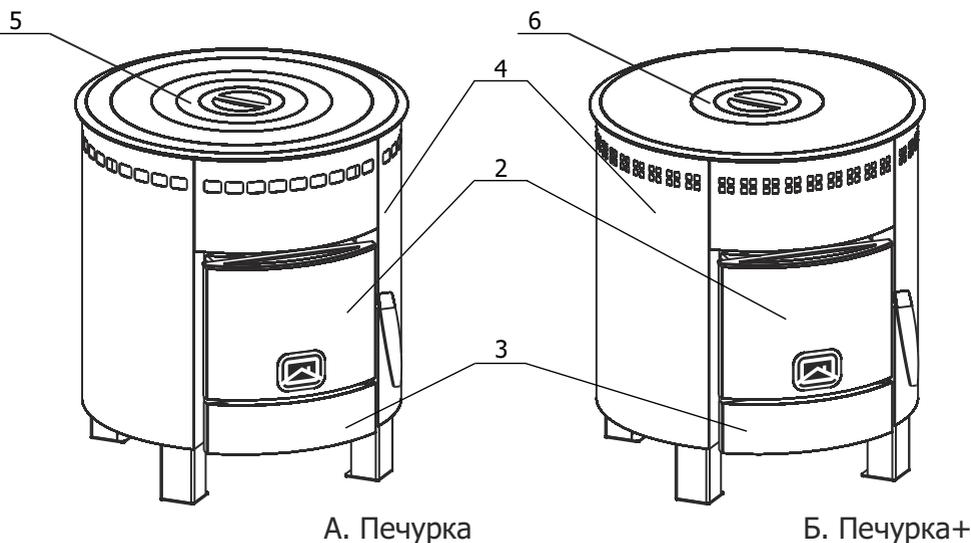

Рис. 1А. Печурка
Печь «Печурка» (рис. 1А) состоит из топки, дверки (2), ящика зольника (3), конвектора (4) и набора съёмных чугунных колец (5). Печь «Печурка+» (рис. 1Б) состоит из топки, дверки (2), ящика зольника (3), конвектора (4) и двух съёмных чугунных колец (6).